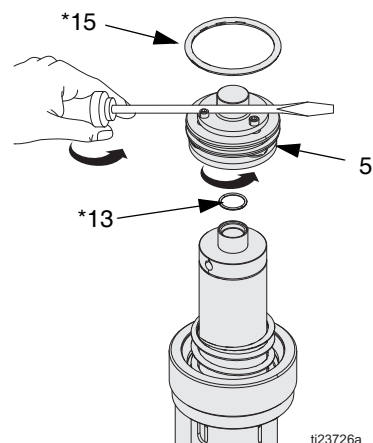

FIG. 12 Luftventil för serie B
3. Motorer i serie B (och senare): Skruva av luftventilen (5). Om hjälp krävs vid vändning, kila fast ett skruvmejselblad mellan skruvhuvudena och sexkanthuvudet på luftventilen (5). Inspektera om skador finns på o-ringar (13\* och 15\*) och ersätt om nödvändigt. Kontrollera att o-ring (13\*) är korrekt positionerad och inte klämd. Se FIG. 12.
**OBSERVERA: I Reparation av luftmotor, steg 3 och steg 4 (Fig. 12) finns speciella monteringsanvisningar.**